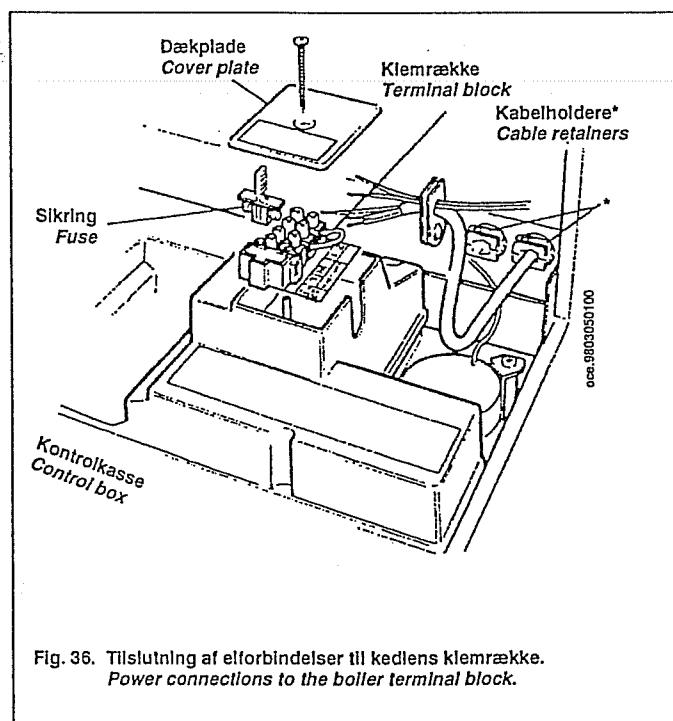

Fig. 36. Tilslutning af elforbindelser til kedlens klemrække.
- indsæt elkablet gennem ledningsholderens udsparring (fig. 36, pkt. 8.1).